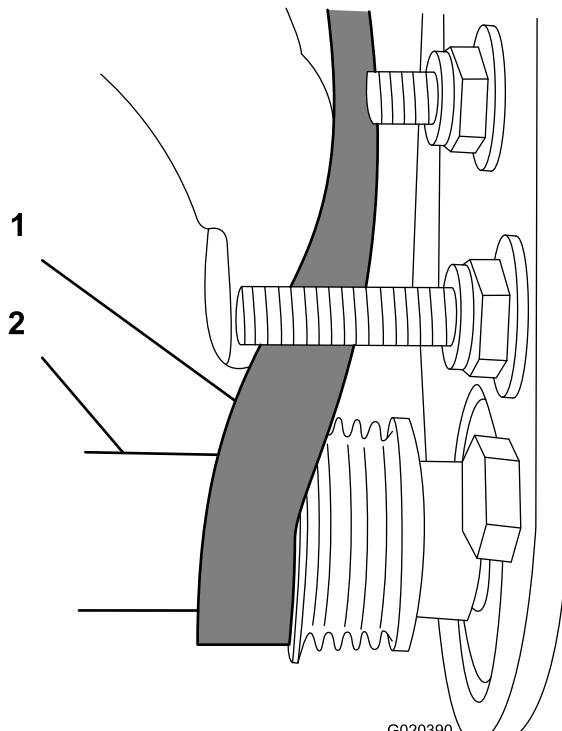

Bild 15
- Verlegen Sie den Riemen von der **Antriebsriemscheibe** ausgehend (Bild 15).
- Drehen Sie die Bürste mit einem 9/16"-Sechskantschlüssel und verlegen Sie den Riemen auf der Antriebsriemscheibe (Bild 15).